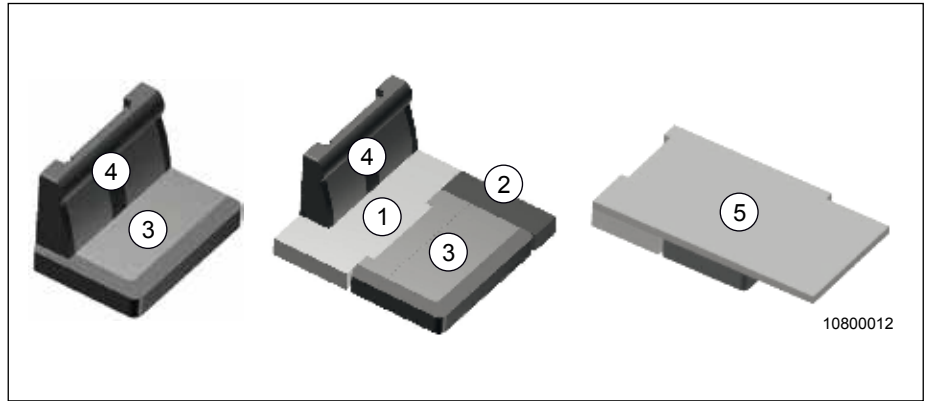

Fig. 21 Transformation des coussins d'assise
1. Retirer le coussin (Fig. 21, pos 3) et le remplacer par le coussin d'appoint plus grand (Fig. 21, pos 1).
2. Placer le coussin d'assise (Fig. 21, pos 3) devant le coussin d'appoint (Fig. 21, pos 1).
3. Placer le petit coussin d'appoint (Fig. 21, pos 2) à côté du coussin d'assise (Fig. 21, pos 3).
4. Enlever le coussin dossier (Fig. 21, pos 4) et le ranger de manière fiable.
5. Placer le surmatelas (Fig. 21, pos 5) sur les coussins et l'orienter.
→ Pour la transformation il n'est pas nécessaire d'enlever le coussin dossier (Fig. 21, pos 4). Celui-ci peut rester monté.
- Avant de mettre en place le surmatelas (Fig. 21, pos. 5), relever les appui-têtes.
- Lorsque le coussin dossier est monté (Fig. 21, pos 4), glisser le surmatelas (Fig. 21, pos 5) sous le dossier.